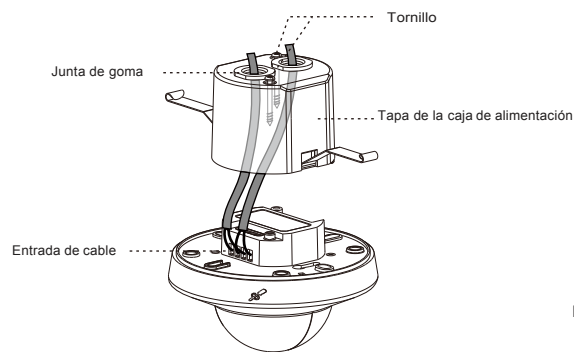

FIG. 10
3.4.2.2 Use un destornillador para romper la junta de goma en la tapa de la caja, luego pase los cables a través de ella (consulte la FIG. 10).